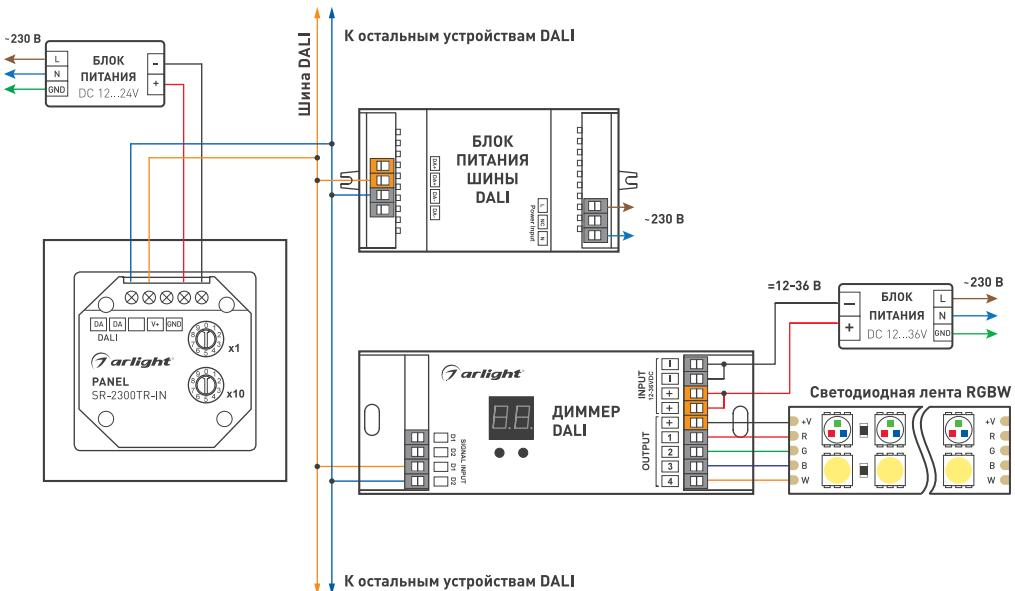

Рис.1. Подключение сенсорной панели на примере диммера SR-2303Р с использованием блока питания шины DALI ARV-SR-2400Р.
- 3.2. Подключите провода от шины DALI к клеммам DA+ и DA- сенсорной панели [Рис. 1].